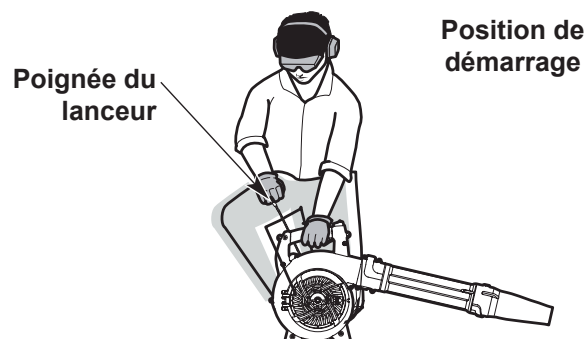

Fig. 7
Évitez les démarrages accidentels. Pour éviter des blessures graves, l'utilisateur et l'outil doivent être stables au moment de tirer la poignée du lanceur (fig. 7).
5. **NE PRESSEZ PAS** la gâchette d'accélération. Mettez-vous en position pour démarrer (fig. 7).
6. **NE PRESSEZ PAS** la gâchette d'accélération. Tirez 3 à 5 fois sur la poignée du lanceur du starter, avec un mouvement maîtrisé et régulier, pour démarrer le moteur (fig. 7).